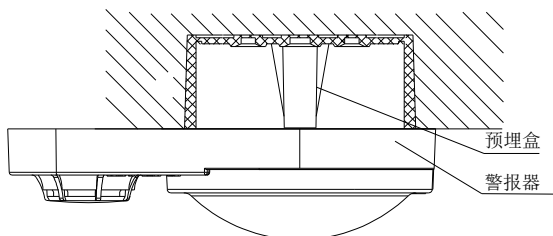
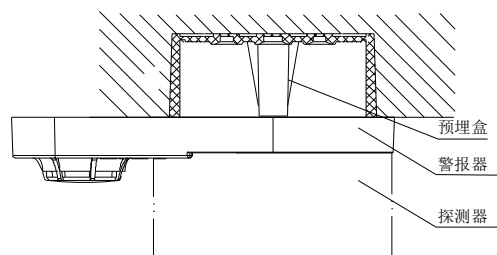

图 2 警报器配防尘盖安装示意图
图 3 警报器配探测器安装示意图
2. 警报器配防尘盖时安装示意图如图 2 所示，警报器配探测器时安装示意图如图 3 所示。